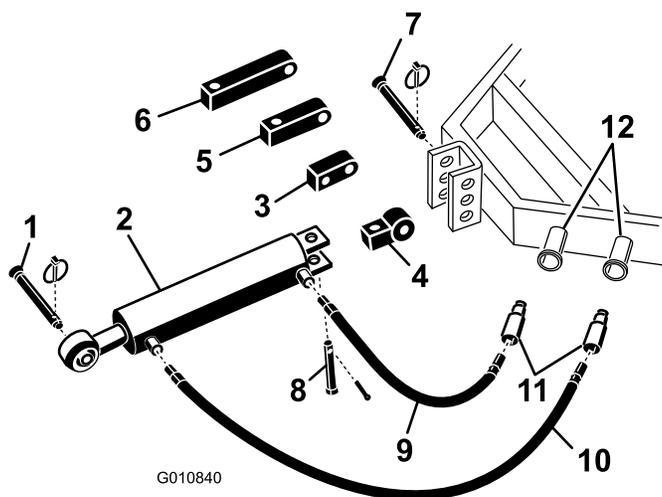

Figura 5
1. Fissate l'estremità della connessione dell'attacco idraulico superiore all'unità motrice per mezzo dei perni forniti con l'unità stessa (Figura 5). Posizionate l'attacco idraulico superiore in modo tale che l'estremità dell'attacco punti verso l'arieggiatore. I punti di collegamento sul cilindro devono essere rivolti sul lato del circuito idraulico ausiliario dell'unità motrice.
Nota: Se dovete posizionare il cilindro con i punti di connessione rivolti verso l'alto, utilizzate la staffa rotante al posto della staffa di montaggio standard (Figura 5). Si può utilizzare un raccordo idraulico da 90 gradi anziché i blocchi di rotazione (raccordi non in dotazione).
- A. Rimuovete la coppiglia e il perno che fissano l'innesto di collegamento standard al cilindro (Figura 5). Staccate l'innesto di collegamento dal cilindro.
- B. Installate la staffa rotante sul cilindro usando il perno rimosso in precedenza (Figura 5).
più vicino all'arieggiatore Figura 5. Per prevenire eventuali perdite applicate sul filetto del flessibile del nastro in Teflon o del sigillante per filetti.
3. Collegate il flessibile idraulico di 76 cm al punto di collegamento sull'attacco idraulico superiore più vicino all'unità motrice (Figura 5). Per prevenire eventuali perdite applicate sul filetto del flessibile del nastro in Teflon o del sigillante per filetti.
Se il cilindro idraulico non arriva alla staffa di montaggio dell'arieggiatore, per collegare il cilindro all'unità motrice usate un innesto di prolunga al posto dell'innesto di montaggio standard (Figura 5).
- B. Installate l'innesto di prolunga della lunghezza desiderata sul cilindro usando i perni rimossi in precedenza (Figura 5).